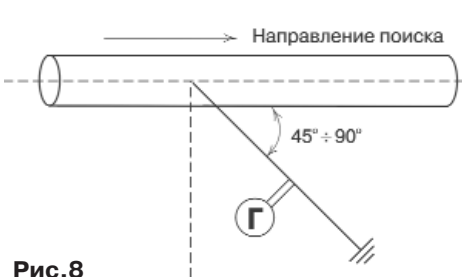

Рис.8
- угол между проводом и направлением поиска в месте подсоединения генератора к кабелю должен составить $45 \dots 90$ град рис. 8;